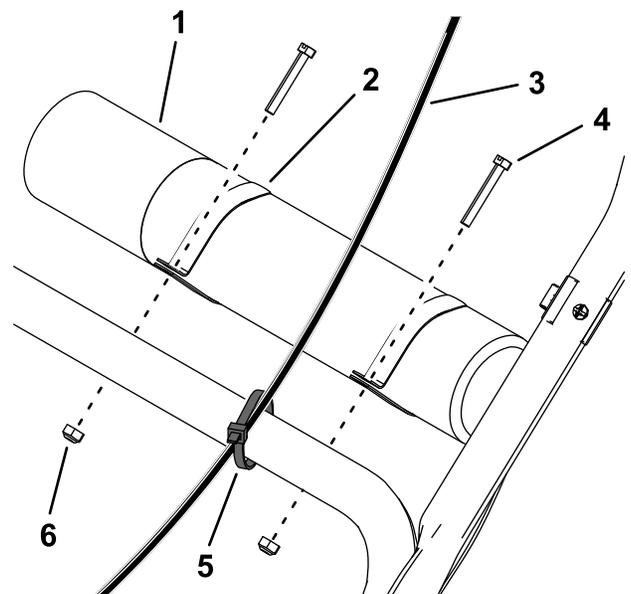

Bild 5
2. Befestigen Sie den Bowdenzug mit einem Kabelbinder am unteren Holm (Bild 5).
3. Schieben Sie die Klemmen auf das Rohr für die Bedienungsanleitung und befestigen es mit zwei Schlitzschrauben und zwei Sicherungsmuttern an der Oberseite des unteren Holms (Bild 5).